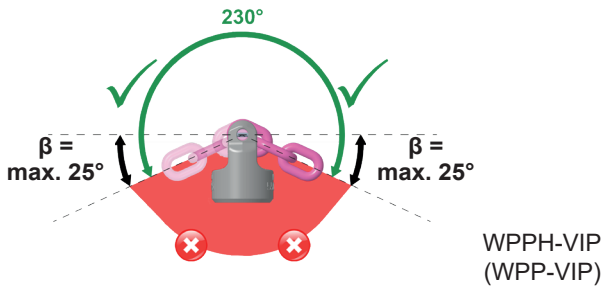
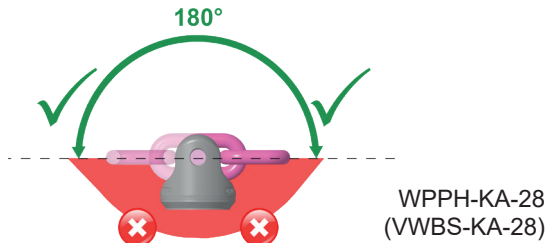

Abb. 5: Schwenkbereich / Belastungsbereich
Abb. 6: Schwenkbereich / Belastungsbereich
- Ringlasche/Haken/Kette von ausgerichteten WPP/ WPPH kann um ca. 230° geschwenkt werden (Abb. 5).
- Die montierte Kette vom ausgerichteten VWBS-KA und WPPH-KA kann um ca. 180° geschwenkt werden (Abb. 6).
Um die Tragfähigkeit (vgl. *Tabelle 5* und *Tabelle 6*) und Funktionalität zu gewährleisten, darf bei seitlicher Anbringung der Neigungswinkel von Ringlasche/Haken/ Kette maximal 25° betragen (vgl. *Abb. 5* und *Abb. 6*).
VIP-Oval-Glied/Haken/Kette bzw. das eingehängte Anschlagmittel muss im PowerPoint frei beweglich sein und darf sich nicht an der Lastkante sowie am Grundkörper des PowerPoint abstützen (Abb. 5 und Abb. 6).